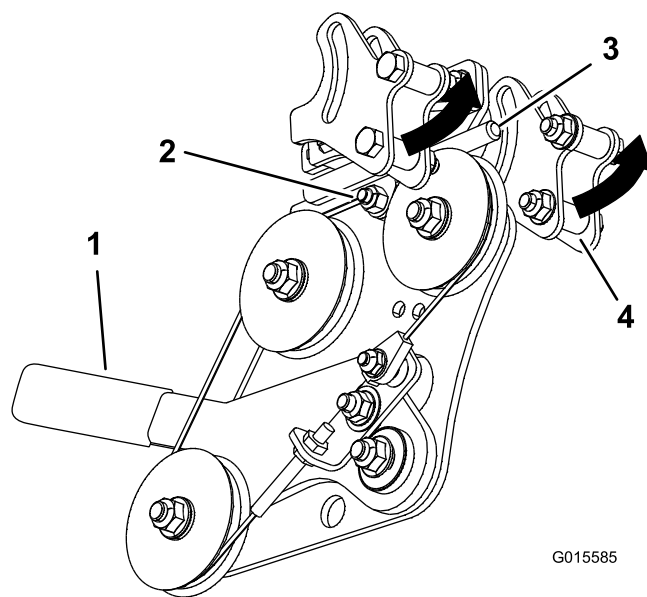

図 21
5. ロックしたり噛み込んだりする場合には、スライド調整ナットをゆるめて調整する（図 21）。
6. 速度コントロールレバーを低速にセットし、次に後退へ、さらに高速へ切り替える工程を2回くりかえして行い、スライドバーが動かないことを確認する（図 21）。
8. 下側のスペーサ（両方）を手前に寄せ、スライド調整ナットを締めこむ（図 21）。